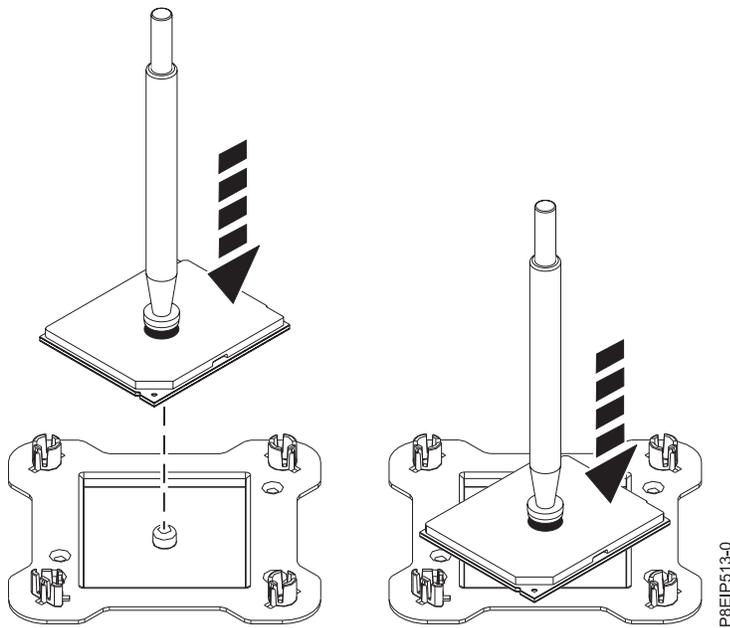

Figura 51. Colocar el procesador formando un ángulo en la cubierta superior del empaquetado
9. Sosteniendo el lápiz de vacío, levante el lápiz y el módulo de procesador del sistema del zócalo. Colóquelos en un ángulo en la cubierta superior del empaquetado del módulo del procesador del sistema, tal como se indica en la Figura 51 en la página 51. Colocar el módulo del procesador del sistema en un ángulo en la cubierta superior del empaquetado del módulo del procesador del sistema hará que sea más fácil coger y colocar en el empaquetado después de sustituir el módulo del procesador del sistema.